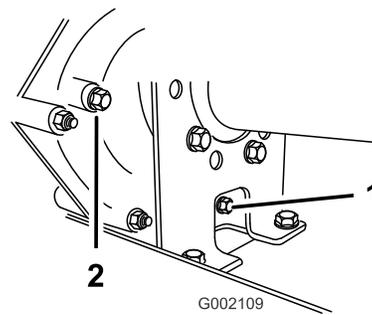
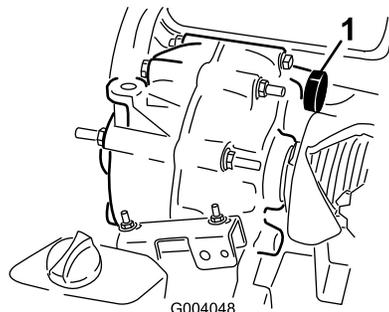

図 56
図 57
2. 補給口および排出口の周囲をウェスできれいにふき取る 図 56。
4. 補給プラグを左に回して抜きとる 図 56。
5. ドレンプラグを左に回して抜きとる 図 56。
6. ガスケットとドレンプラグを元通りに取り付ける 図 56。
7. 補給プラグ穴から、オイル溜め 図 57に、所定のトランスミッションオイル約 1.4 リットルを入れる。これで補給口のねじ山の下位置までオイルが入る 図 56。
8. ガスケットと補給プラグを元通りに取り付ける 図 56。
10. オイルの量を点検し、ねじ山の下位置より下がっている場合には適宜追加する 図 56。